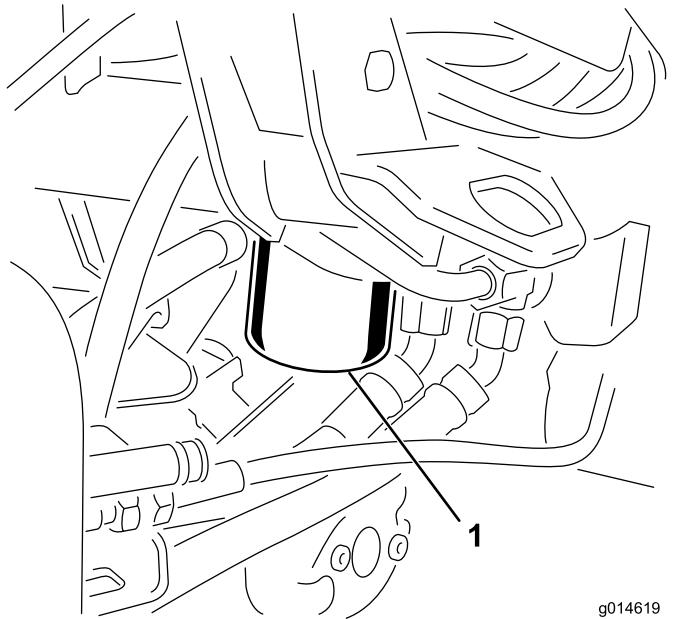

Bild 41
1. Reinigen Sie den Anbaubereich des Filters (Bild 41). Stellen Sie eine Auffangwanne unter den Filter und entfernen den Filter.